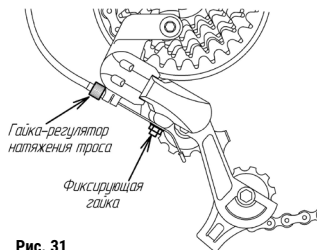

Рис. 31
5. Гайку-регулятор натяжения троса на заднем переключателе скоростей заверните по часовой стрелке до упора, а потом отверните на один оборот (рис. 31).
6. Потяните с усилием за трос, вставьте его в паз и затяните фиксирующую гайку (рис. 31).